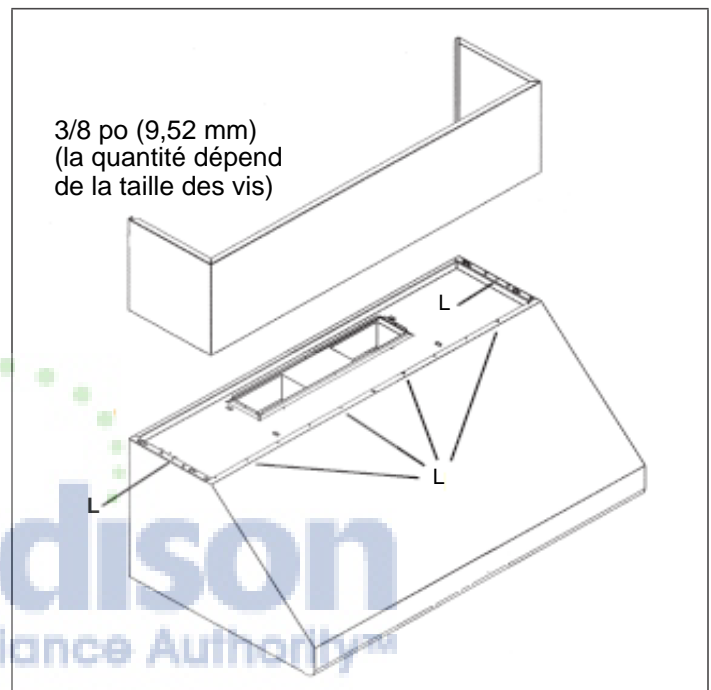

Figure 13: Attachment of Duct Cover(s) to Hood
Un recouvrement de conduit, vendu séparément, est disponible pour couvrir l'espace entre le haut de hotte et le plafond (voir la Figure 13).
Pour les installations murales, un recouvrement de conduit optionnel, illustré sur la Figure 13, peut être utilisé pour remplir l'espace entre la hotte et le plafond. Des recouvrements d'une hauteur de 6 po (152 mm) et 12 po (305 mm) sont disponibles et peuvent être commandés séparément (voir la section « Pièces non fournies » à la page 4).
2. Fixez le(s) recouvrement(s) de conduit à la hotte à l'aide des vis à tôle, comme illustré sur la Figure 13.